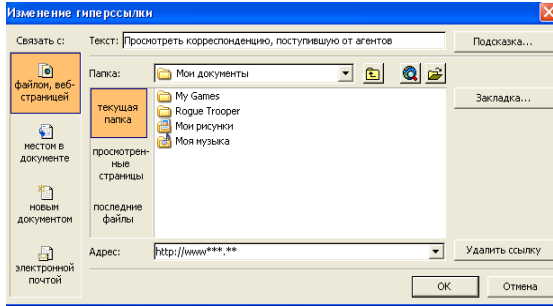

Рис. 112. Діалогове вікно *Изменение гиперссылки*
2. На панелі *Add (Добавление сведений)/Add Hyperlink (Добавление гиперссылки)* (рис. 112).